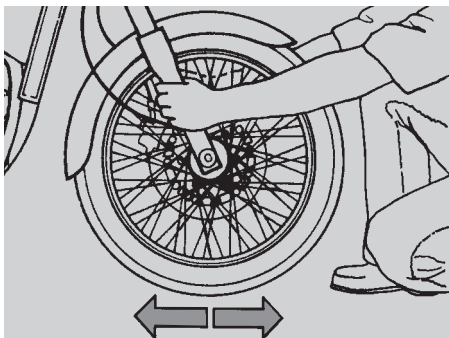

Fig. 41
### CONTROLLO DELLO STERZO (Fig. 41 ÷ 43)
- ◆ Scuotere la forcella nel senso di marcia (Fig. 41).